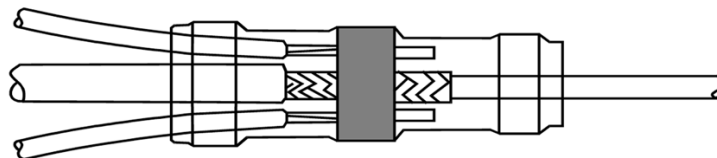

Figure 4-1.
- ☐ Installez le second manchon thermique comme indiqué à la figure 4-1. Un des deux fils de reprise de masse sera celui provenant du premier manchon thermique réalisé au paragraphe 3. Le second fil de reprise de masse aura une longueur de 6 pouces (15 centimètres).